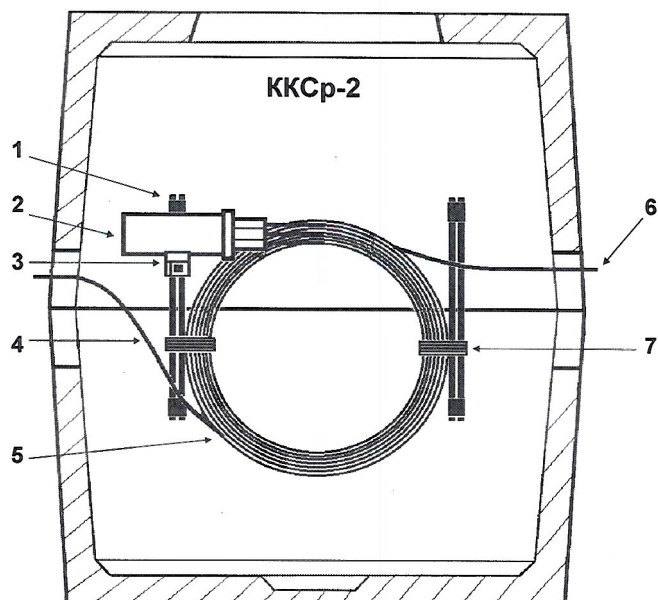

Рис. 4. Размещение тупиковой муфты и бухты технологического запаса сращиваемых кабелей в колодце ККСр-2:
4.2.4. Бухту запаса следует формировать так, чтобы она помещалась в промежутке между вертикальными кронштейнами. В нём с допустимым радиусом изгиба помещается бухта запаса при наружном диаметре кабелей до 20 мм. Бухта в вертикальном положении устанавливается между кронштейнов и прикрепляется к консолям и кронштейнам перевязками из стальной проволоки (рис. 4 и 6).